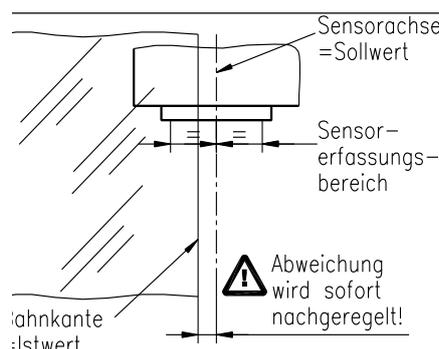

Bild 12: Sollwertbildung beim Start des Automatikbetriebs
- Reglerfreigabe mit Taste oder über digitalen Eingang. Als Positionssollwert wird die Mittelstellung des Sensor-Erfassungsbereichs übernommen. Bei Mittenregelung die Mitte zwischen den Sensorachsen (**Bild 12**). Der Regler beginnt, die Materialbahn auf den Sollwert zu führen bzw. zu halten.